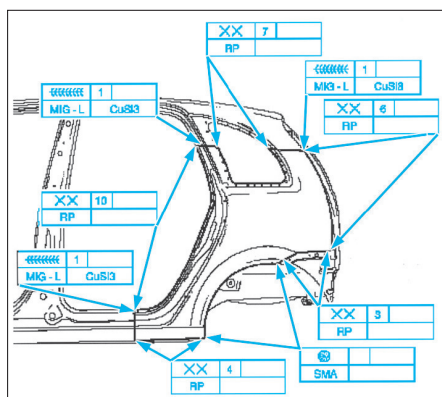

FIG. 59
- (1) Plancher AR
- (2) Longeron AR
- (3) Longeron AR réparation
- (4) Traverse AR de plancher
- (5) Partie latérale de traverse AV
- (6) Partie centrale de traverse AV
- Déposer par perçage la baguette réceptrice d'étanchéité (1).
- Souder l'aile arrière (Fig. 59).